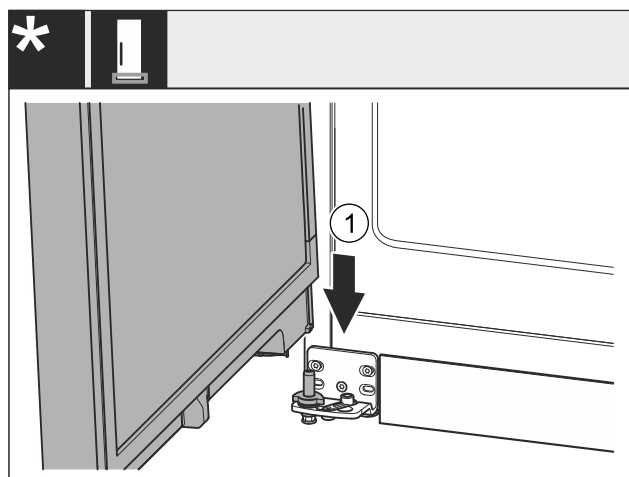

Fig. 44 *
- Поставете вратата отгоре върху долния лагерен болт Fig. 44 (1).*